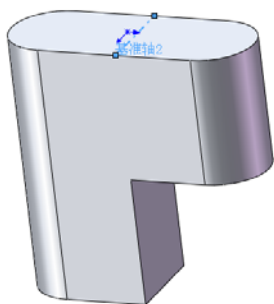

图 4-27 创建的基准轴
(3) 确认创建的基准轴。单击“基准轴”属性管理器中的 (确定) 按钮, 以两平面的交线创建的基准轴 2 如图 4-27 所示。